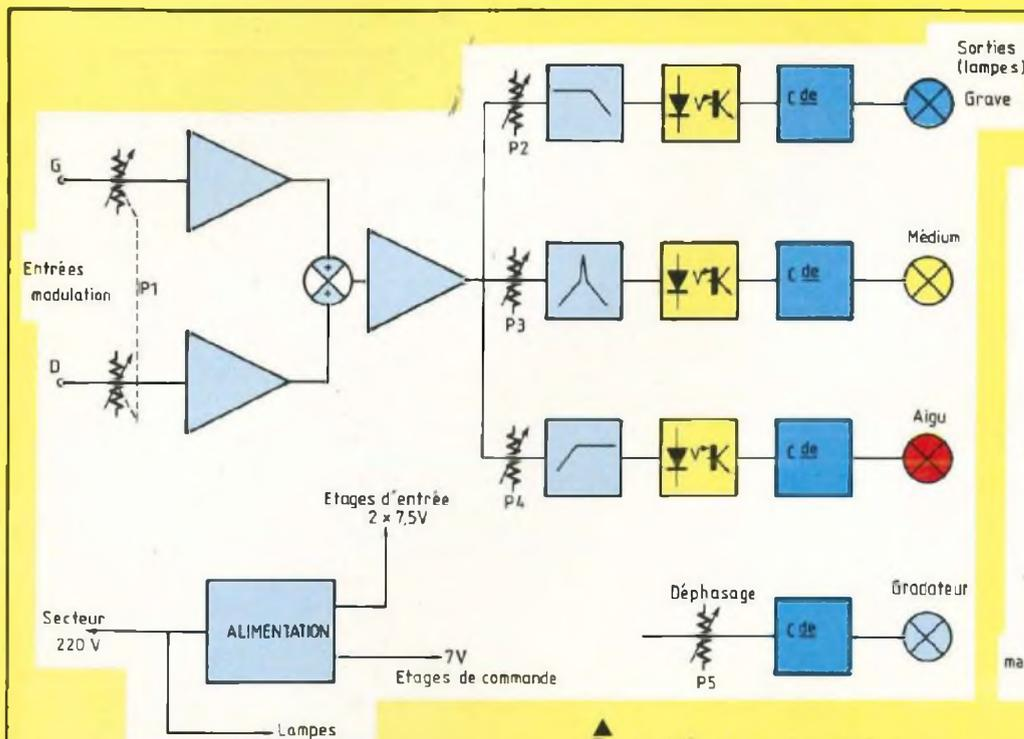

Fig. 1 : Schéma synoptique de l'appareil.
**L** : schéma synoptique de l'appareil est représenté en figure 1. Le signal audio (stéréo) servant à la commande de la partie modulateur est dosé par le potentiomètre P1 de réglage de la sensibilité générale pour être ensuite appliqué à deux amplificateurs-adaptateurs d'impédance. Un sommateur effectue l'addition des signaux droit et gauche. Le signal de modulation résultant traverse un étage chargé de remonter leur niveau d'une part et d'attaquer sous une faible impédance les trois potentiomètres P2, P3 et P4 de réglage des niveaux d'entrée des trois filtres d'autre part. La composante grave est fournie par un filtre passe-bas, la composante